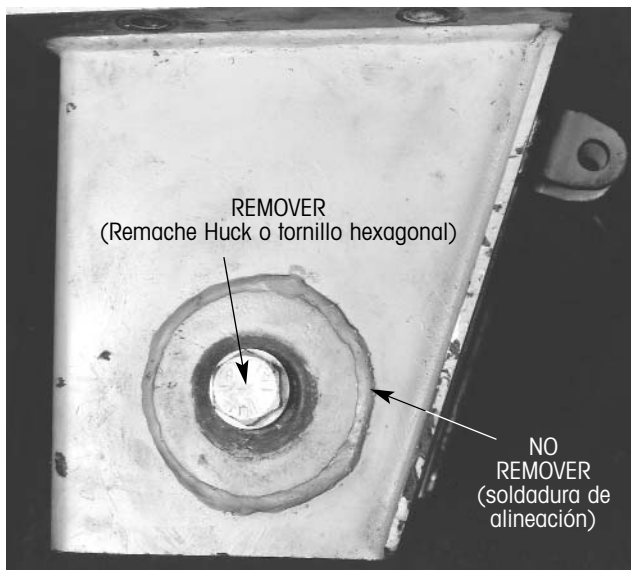

Figura 6. Conexión pivote de rondana soldable
**IMPORTANTE:** No remueva la soldadura de alineación (figura 6). En la conexión pivote de rondana soldable, el buje puede ser reemplazado sin afectar la alineación del eje.